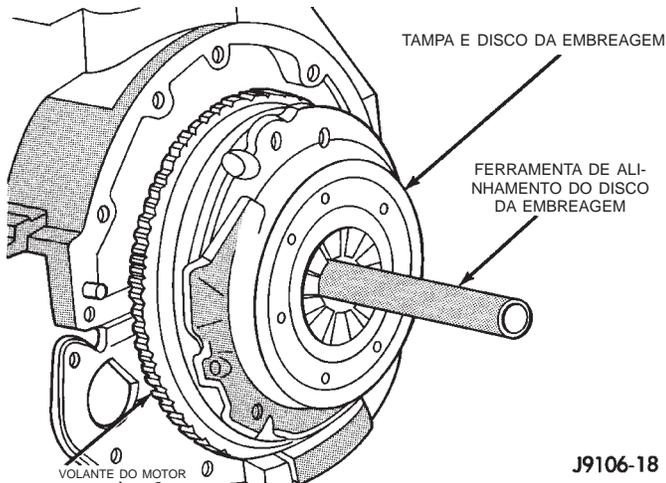

Fig. 2 Método Típico de Alinhamento do Disco da Embreagem
(3) Lubrifique o rolamento piloto do eixo de manivelas com graxa de rolamento para altas temperaturas Mopar®, ou equivalente.
(4) Coloque o disco da embreagem no volante do motor.
(5) Insira a ferramenta de alinhamento ou o eixo de entrada sobressalente através do disco da embreagem no rolamento piloto (Fig. 2).